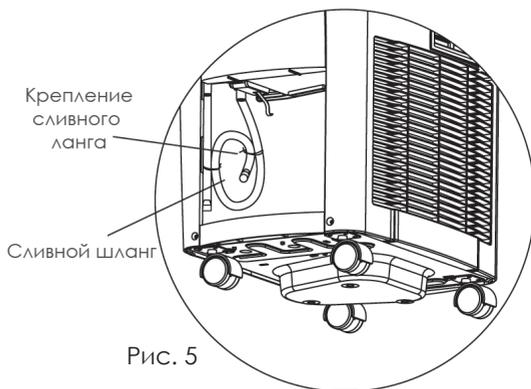

Рис. 5
- Извлеките водный резервуар из кондиционера. В отсеке для водного резервуара Вы найдете закрепленный сливной шланг. Открепите сливной шланг и удалите пробку из свободного конца (Рис. 5).